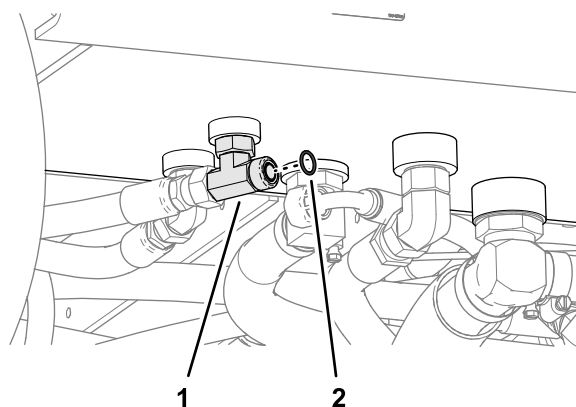

Figure 132
- Retirez le joint torique de la face du raccord en T sur le réservoir hydraulique (Figure 132).
- Placez un joint torique 12,4/1,8 mm (0,489/0,070 po) neuf dans la rainure du raccord en T (Figure 132).